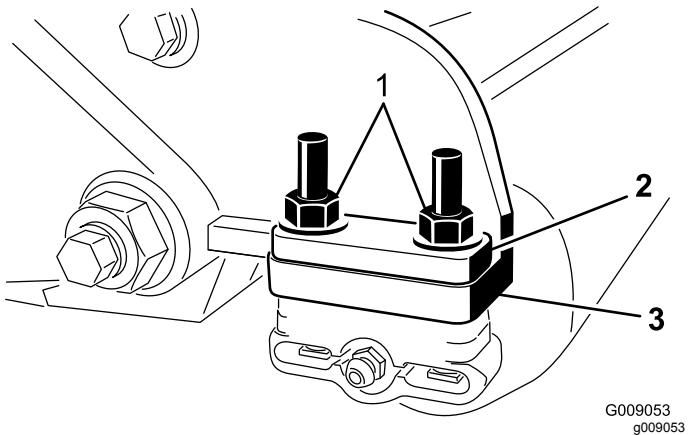

図 7
6. 各ローラブラケットをサイドプレートに固定している 2 本のフランジロックナットを外す図 7。ボルトは外さないこと。また、サイドプレート取り付けフランジの上部についている 6mm スペーサーはすべて取り外す。